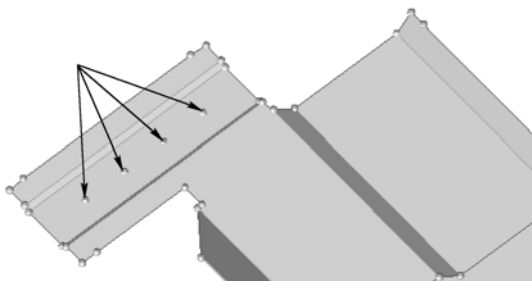

图 4-16 硬点位置 2
(1) 在 **point edit** 中进入 **suppress** 子面板。
(2) 压缩如图 4-16 所示的 4 个硬点。